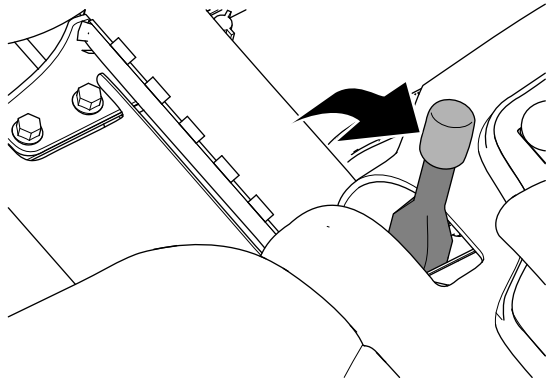

Figura 28
2. Inserite il freno di stazionamento (Figura 28).